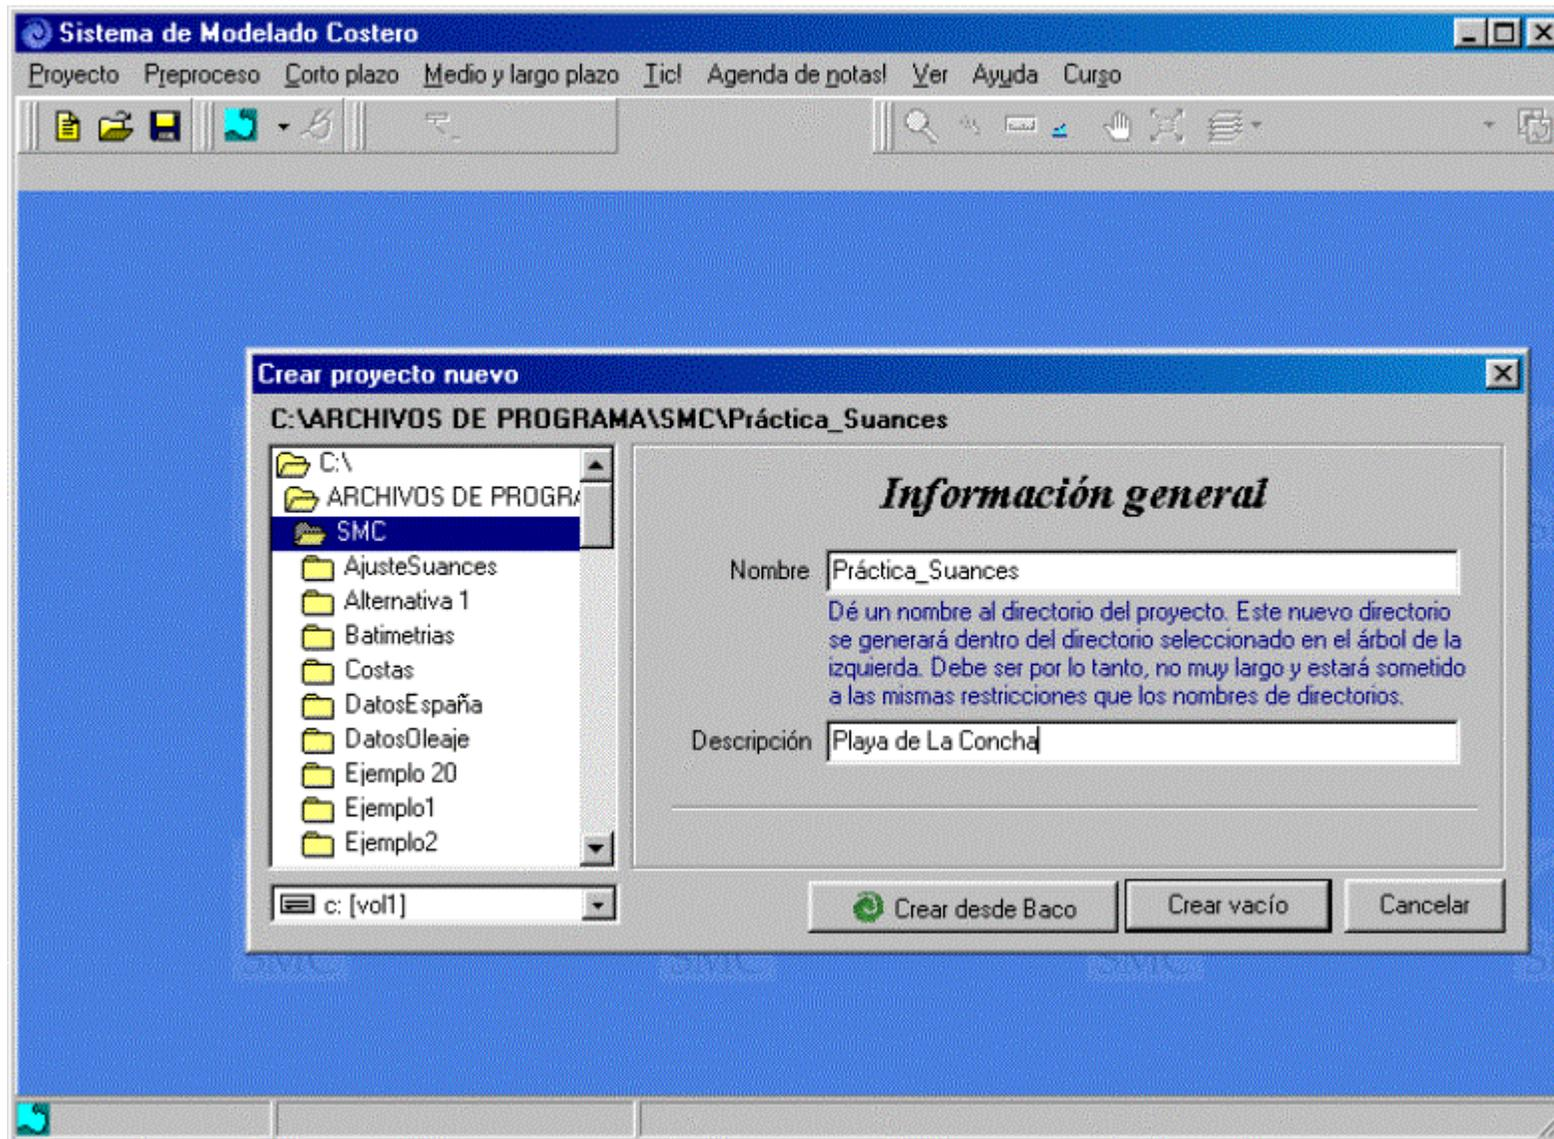

Figura 7.19
- Una vez que aparece el diálogo de “Crear proyecto nuevo”, hay que elegir el nombre del proyecto y la descripción de éste. Escribir como nombre “Práctica_Suances” y como descripción “Playa de La Concha”. Seleccionar la opción de “Crear desde Baco”. Esta opción hace una llamada al programa Baco (ver figura 7.19).